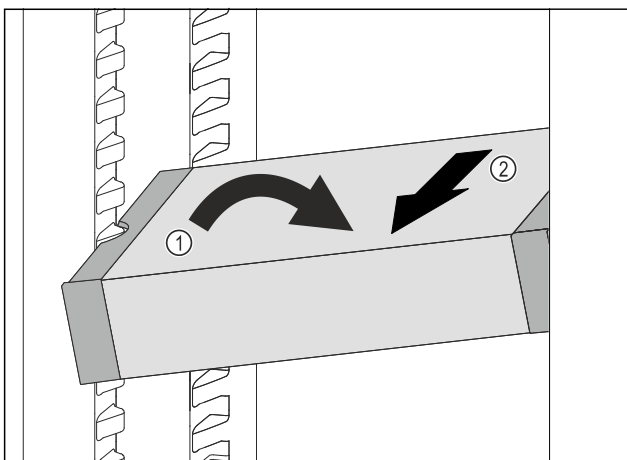

Fig. 161
- ▶ VarioSafe im Kühlteil schräg stellen. Fig. 161 (1)
- ▶ VarioSafe nach vorne entnehmen. Fig. 161 (2)